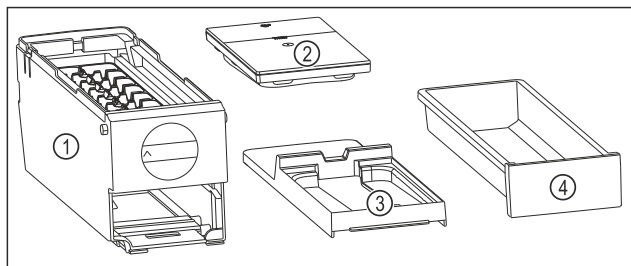

Fig. 80 Составные части EasyTwist-Ice
- EasyTwist-Ice разобран на четыре части. (см. Fig. 80)
представленные на рисунке. (см. Fig. 80)
- Очищайте корпус EasyTwist-Ice Fig. 80 (1) как цельное